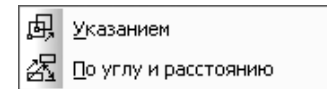

Рис. 4.155. Всплывающее меню пункта **Сдвиг** выпадающего меню пункта **Редактор** главного меню
- **Сдвиг** вызывает всплывающее меню, показанное на рис. 4.155.